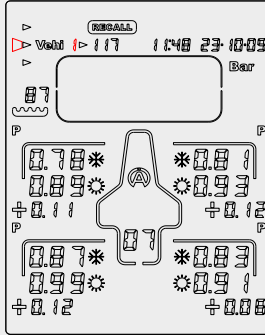

Figure 9
- 2) ボタン  or  , « Vehi »を選択 (figure 9)
- 3) ボタン  or  , 希望の車両を選択 (figure 9)